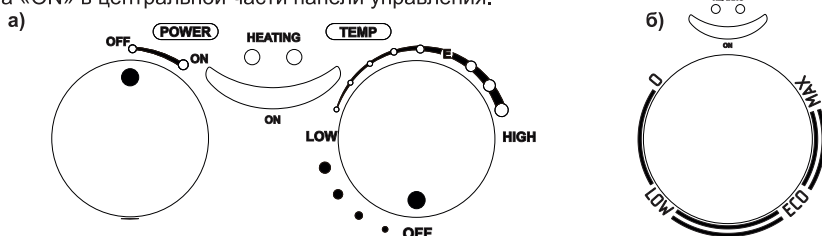

Рис. 3 Ручки управления водонагревателя: а) «WH» модели, б) «TT WH» модели
5.4. Панель управления (Рис. 3) состоит из:
7.1.5. Для включения водонагревателя в моделях, оснащенных выключателем (Рис. 3, а) необходимо повернуть ручку «POWER» в положение «ON». В моделях, оснащенных только ручкой регулировки (Рис. 3, б) при подключении вилки к розетке загорится индикаторная лампа «ON» в центральной части панели управления.
7.2.1. В моделях, оснащенных регулятором температуры (Рис. 3), температура нагрева воды может регулироваться ручкой, соединенной с термостатом в соответствии с обозначениями.
7.2.2. Температура устанавливается вращением ручки регулировки (Рис. 3, а, «TEMP») по часовой стрелке для увеличения температуры нагрева и против часовой стрелки для ее уменьшения.
7.2.3. Индикаторная лампа (Рис. 3, «HEATING») будет постоянно гореть во время фазы нагрева и погаснет после достижения заданной температуры.
7.2.4. Рекомендуется установить регулировочный винт термостата в положение (Рис. 3, а, «E» и б. «ECO», соответствующее примерно 75% от максимального. В этом случае водонагреватель работает в экономичном режиме, значительно снижая скорость образования накипи.